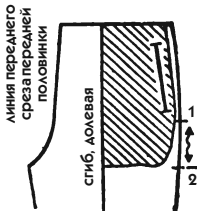

Рис. 771
1. Мешковина кармана на переднем лекале брюк чертится почти всегда одинаково (см. рис. 771).
- Глубина мешковины между засечками 1 и 2 (рис. 771) должна достигать 10—12 см, для маленьких детей — 9 см.